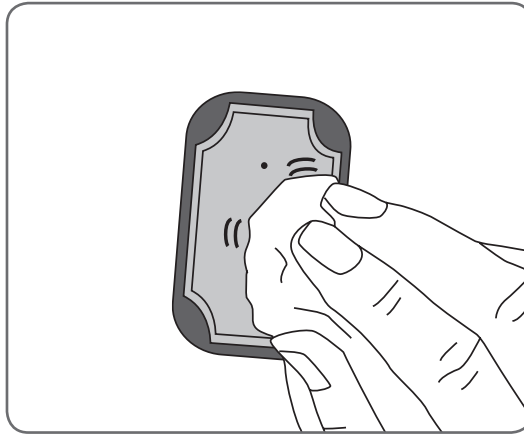

Abbildung 8-5: Abtupfen der Gewebeelektroden
4. Tupfen Sie überschüssiges Wasser von den Gewebeelektroden ab (siehe Abbildung 8-5).